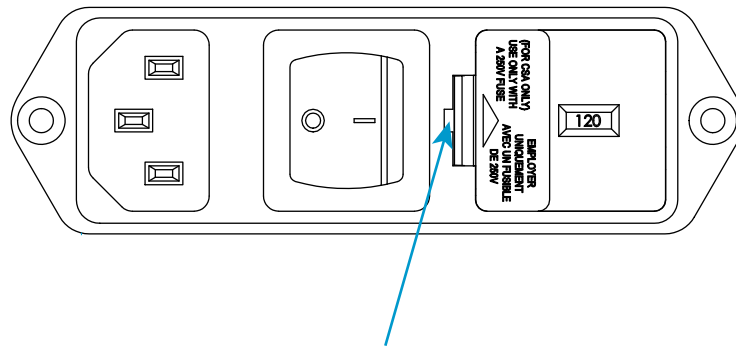

Abbildung 5. Herausdrücken des Sicherungshalters
1. Stellen Sie sicher, dass der Netzschalter in der Aus-Stellung (0) steht und ziehen Sie das Netzkabel aus der Netzsteckdose heraus. Stellen Sie sicher, dass keine LEDs an der Anzeigenkonsole leuchten.
2. Haken Sie mit dem flachen Schraubendreher in den in Abbildung 5 auf Seite 42 gezeigten Schlitz und drücken Sie den Sicherungshalter heraus.